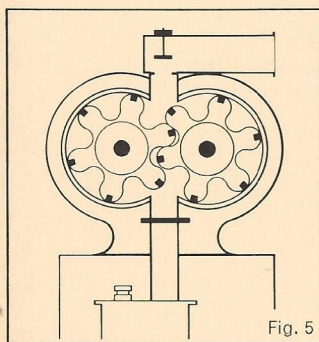

Fig. 5
Un collaborateur de Watt, Murdock, se sert de la pompe à engrenages de Pappenhaim pour réaliser une machine à vapeur à piston tournant. Il garnit l'extrémité des dents des engrenages d'une « lisse » en bois. Cette machine avait un rendement très faible par manque d'étanchéité (figure 5).
*One of Watt's fellow-workers, Murdock, used Pappenheim's gear-pump to contrive a rotary-piston steam engine. He fitted the terminal end of the gear-teeth with a wooden "scarper". This engine's efficiency was small for its insufficiency of tightness. (Fig. 5).*
Ein Mitarbeiter von Watt, Murdock, benutzt die Zahnradpumpe von Pappenheim, um eine Dampfmaschine mit Drehkolben zu bauen. Er bestückt die Zähne mit einer Art Holzdichtung. Durch die mangelhafte Dichtung war die Leistung dieser Maschine schwach (Abb. 5).